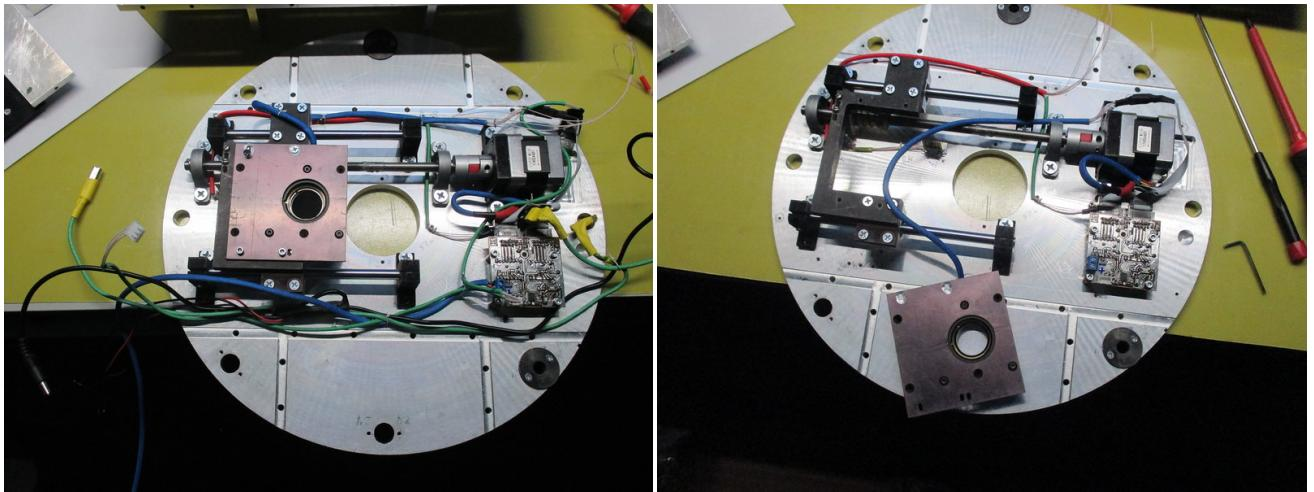

Рис. 26: Снятие ротатора четвертьволновой пластины.
**13.** Отсоединить с фланца прибора всю проводку. Открутить винты, крепящие пластину ротора фазовой пластины к С-образному кронштейну и снять пластину с ротором (см. рис. 26).